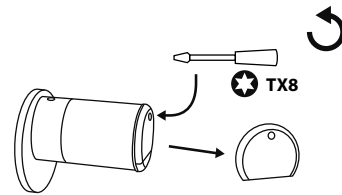

Abb. 140
- 1 Lösen Sie mit dem beigefügten Schraubendreher TX8 auf der Innenseite der Tür am vorderen Ende des Knaufs die Schraube und klappen Sie das Deckel auf. Die Schraube kann nur bis zum Öffnen des Deckels ausgedreht werden und fällt nicht heraus. (Abb. 140).